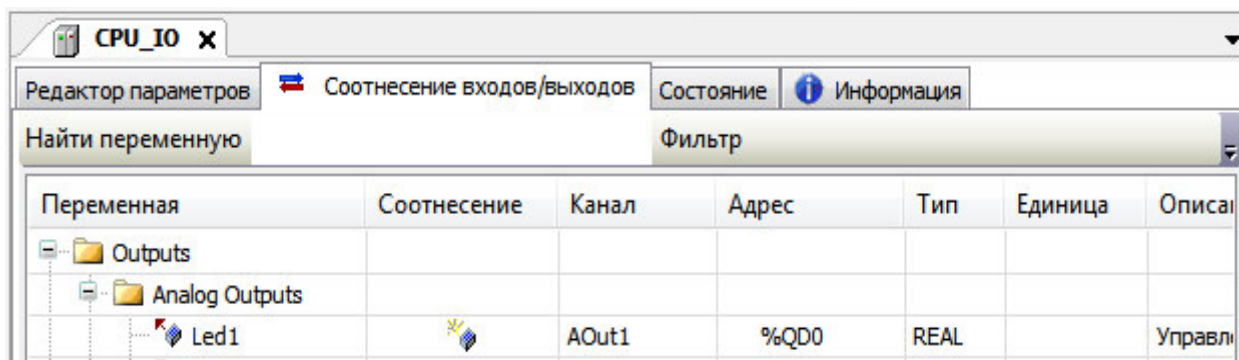

Рисунок 3.8 – CoDeSys. Закладка *Соотнесение входов/выходов*
6. В столбце *Переменная* (нажав на ячейке двойным щелчком левой кнопки «мыши») ввести имя переменной в соответствии с описанием (рисунок 3.8):